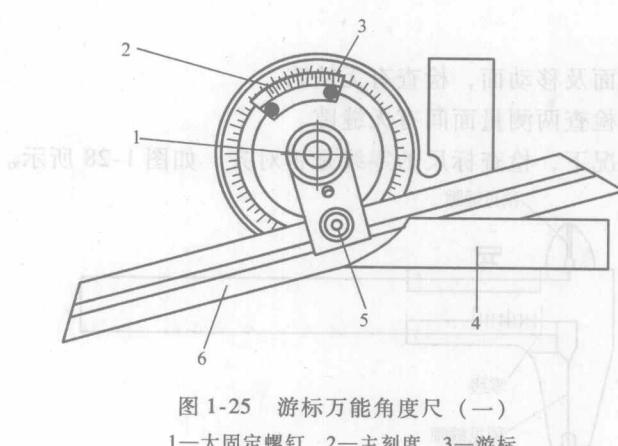
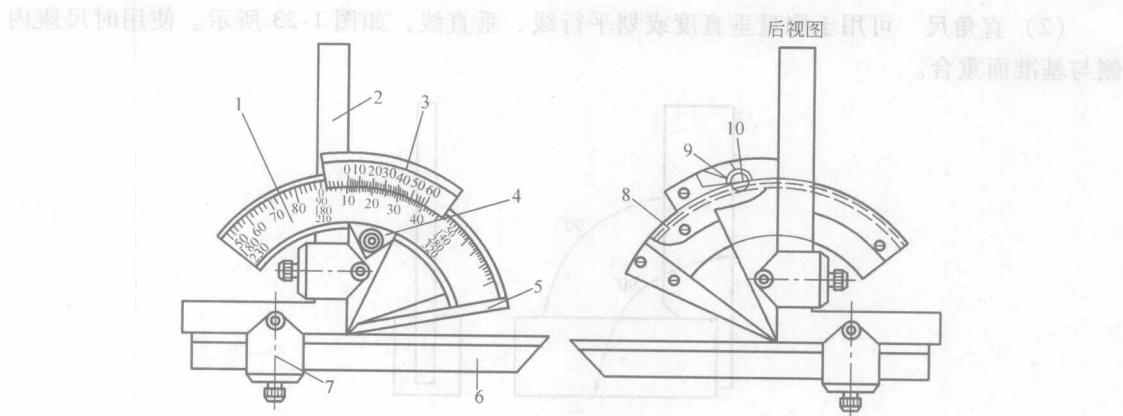

图 1-25 游标万能角度尺 (一)
图 1-26 游标万能角度尺 (二)
(3) 游标万能角度尺 是用于测量精密零件角度的一种量具。从结构上来看, 一般分为两种类型, 如图 1-25 和图 1-26 所示。